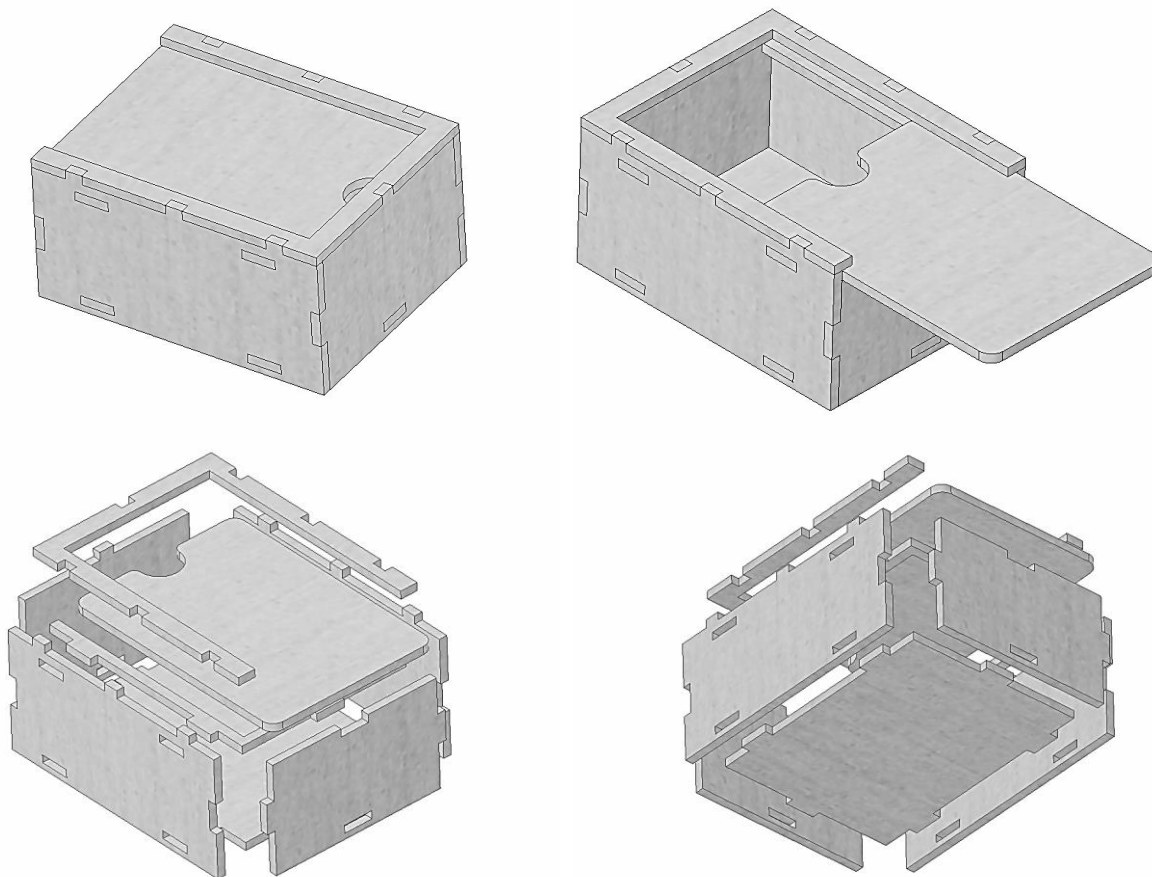

Рисунок 1 – Оригинальная модель подарочного бокса с выдвижной крышкой
3. Ширину и высоту шипов в соединениях шип-паз определить самостоятельно, основываясь на технических условиях и пропорциях в изображениях подарочного бокса (Рисунок 1).